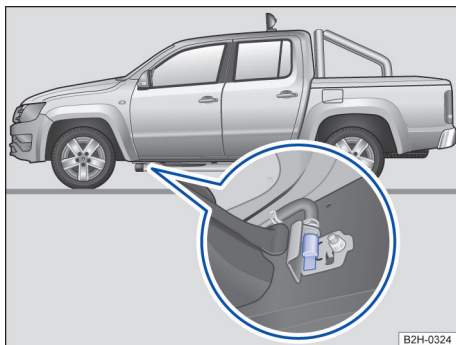

Fig. 139 Na parte inferior do veículo, na longarina: bujão de drenagem do filtro do óleo diesel (dependendo da versão).
Dependendo da versão, o próprio usuário pode realizar a drenagem do filtro de óleo diesel. Para isso, é necessário que o veículo tenha um bujão de drenagem instalado → Fig. 139.
- Colocar o recipiente centralizado debaixo do bujão de drenagem → Fig. 139.